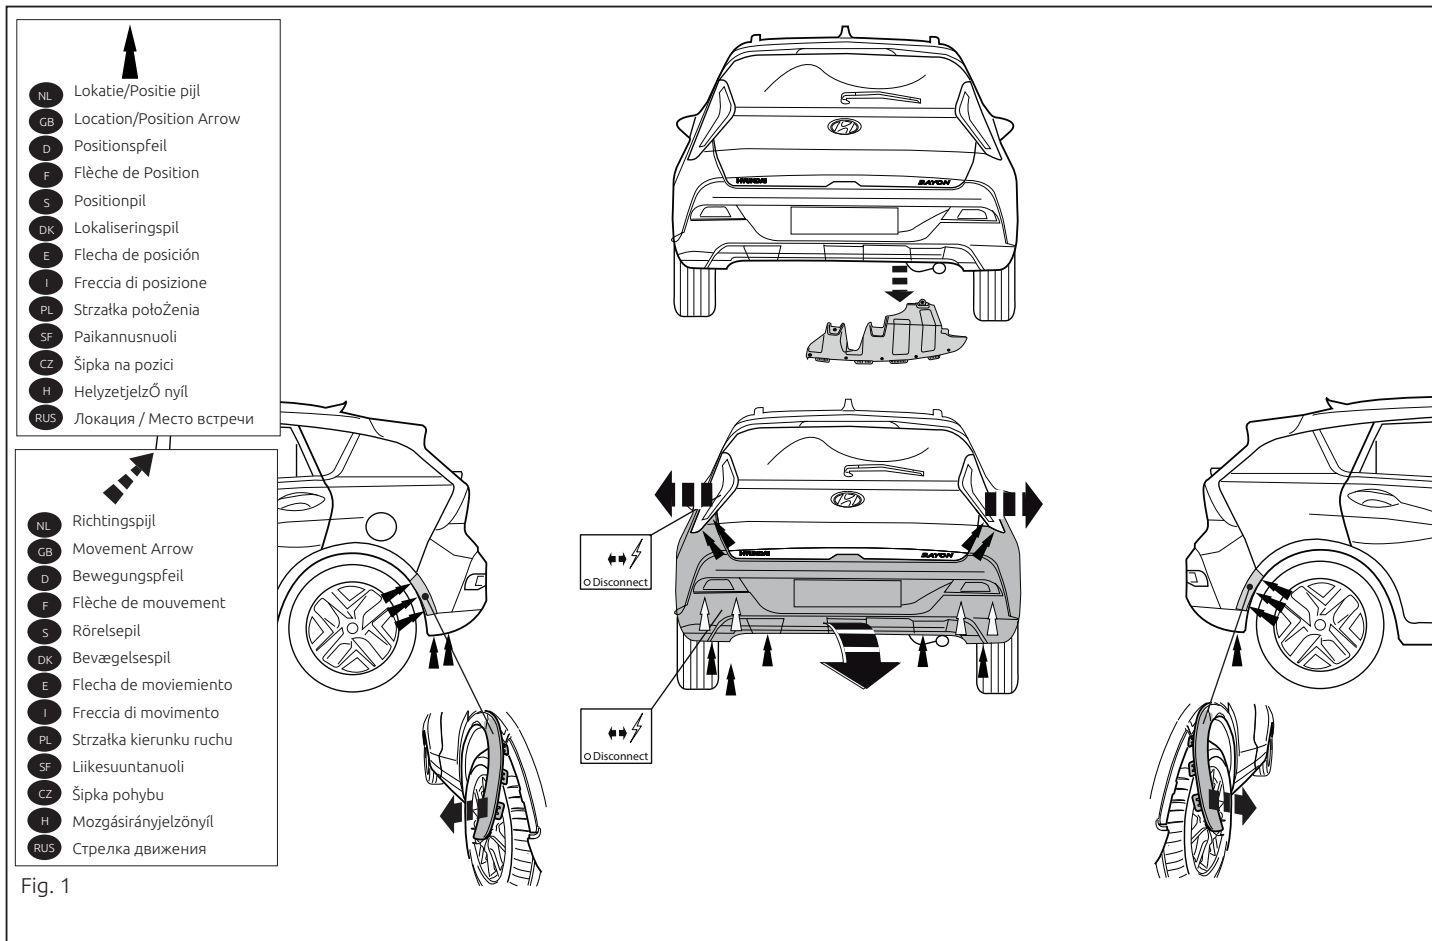

Fig. 1
Patrz rysunek 1.
1. Снять оба блока задних фар. Снять бампер вместе со буферным брусом автомобиля, колпаки. См. рисунок 1.